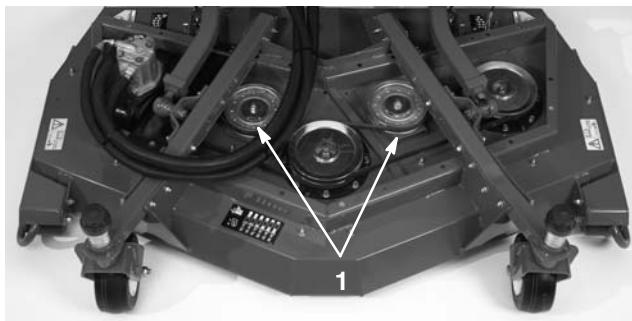

Bild 82
Der Riemen ist einwandfrei gespannt, wenn er sich mit einer Kraft von 200 N (benutzter Riemen) oder 400 N (neuer Riemen) auf die Riemenscheibe aufziehen lässt (Bild 82).
2. Lockern Sie die Mutter, mit der die Spannscheibe am Mähwerk befestigt ist (Bild 82). Ziehen Sie die Riemscheibe vom Riemen weg, um diesen zu entspannen.